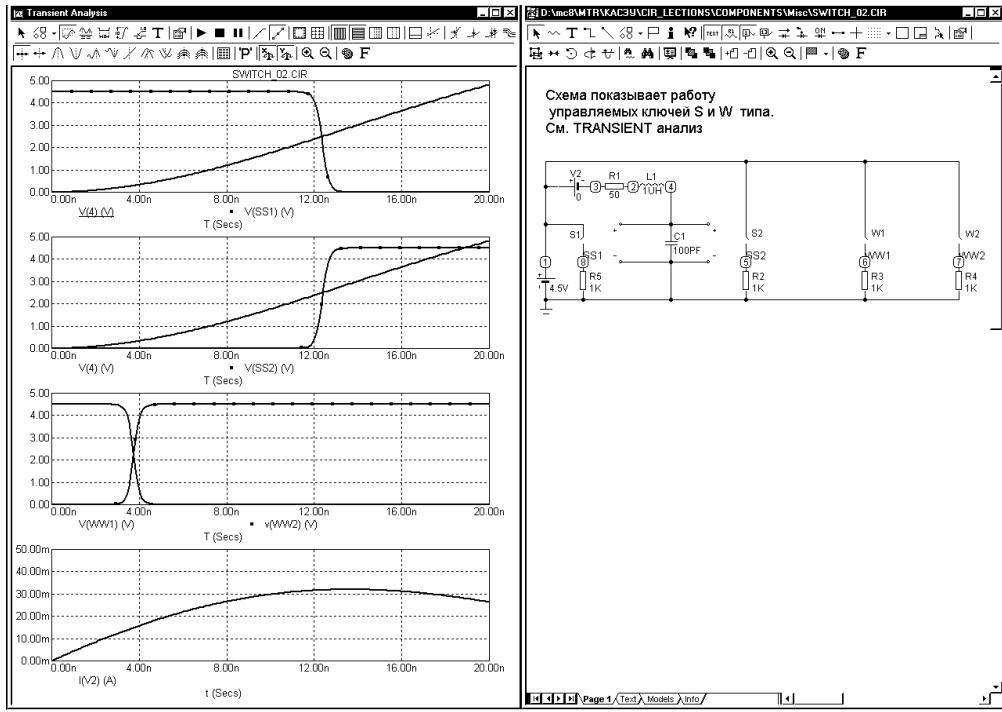

Рис. 3.20. Моделирование ключей, управляемых током и напряжением
Примеры моделирования ключей, управляемых напряжением (S) и током (W) приведены в схемном файле SWITCH_02 из каталога COMPONENTS\MISC (см. также рис. 3.20).